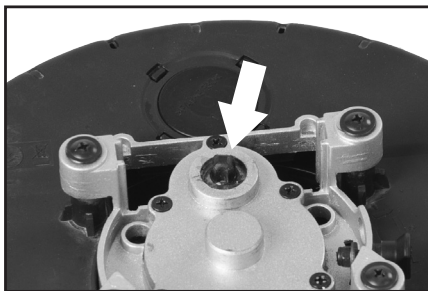
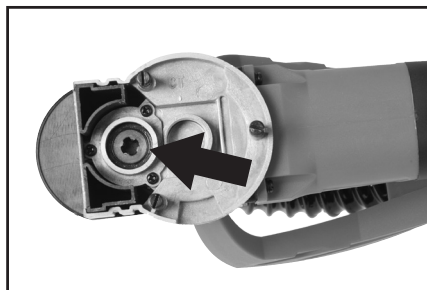

Fig. 11
Fig. 12
- La broche d'entraînement de la tête de ponçage (**Fig. 11**) doit se fixer au mandrin d'entraînement du moteur. (**Fig. 12**)